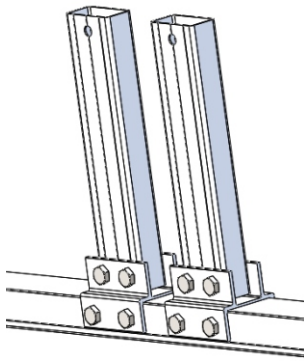

fig.2
b. Instalati picioarele din spate ③ la conexiunea baza spate ② (fig.2)